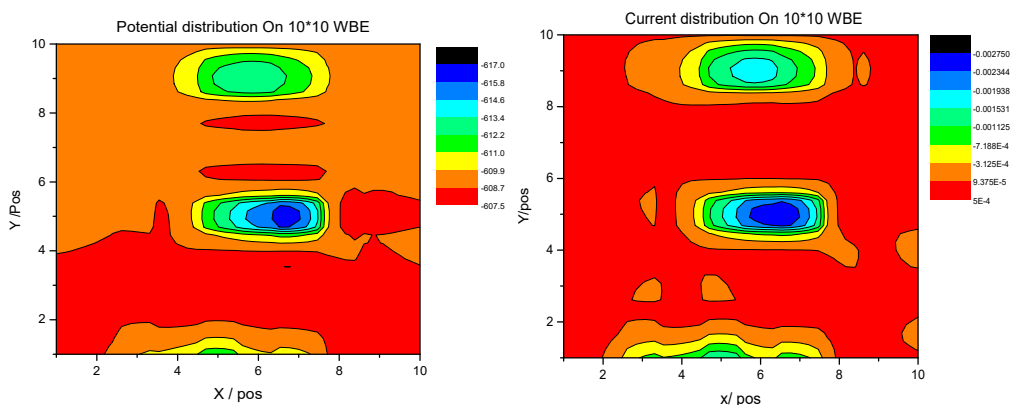

图 2. 所绘制的阵列电极表面电位与电流分布图
**CST520 阵列电极电化学扫描系统**可以实现电位与电流的循环面扫描或单电极电位与电流的时间扫描，实时显示阵列电极表面电位与电流分布图，并可导入到 Origin 中以三维图形方式显示阵列电极表面电位与电流分布状态。如图 2，其中图 2 左为电位分布图，图 2 右为电流分布图，可见 WBE 电极表面有三个区域电位较负，同时在电流分布图中，在同样的位置也出了负电流，负电流意味着阳极电流，说明电极表面的这三个区域发生了更为严重的腐蚀。